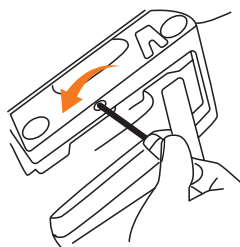

Рис. 9
Для дозирования подачи масла используйте регулировочный винт ❶, расположенный на нижней части корпуса бензопилы, поверните влево для увеличения подачи масла и вправо для уменьшения (Рис. 9).